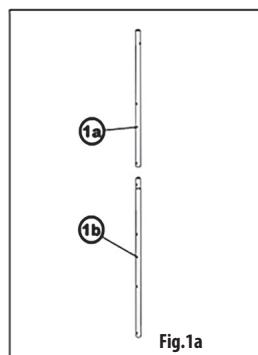
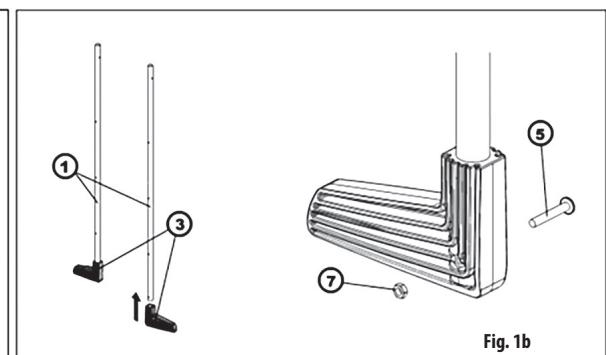

Fig.1a
Fig. 1b
Introduisez les pieds (3) sur la bonne extrémité (en fonction des orifices) des tubes (1). Bloquez à l'aide des vis (5) et écrous correspondants (7) (**Fig. 1b**). Pour l'échelle avec 2 sections de tubes pour les piscines de 1,20 m, assemblez les sections supérieure (1a) et inférieure (1b) des tubes (**Fig. 1a**).